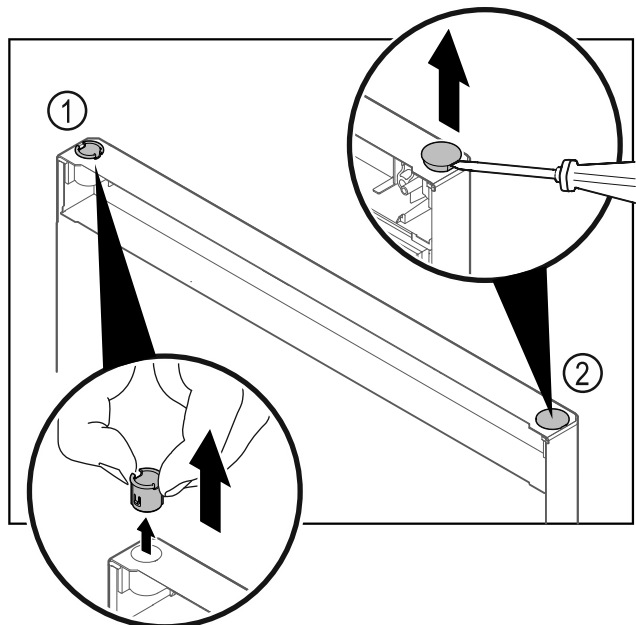

Fig. 17 Kühltür
- Scharnierbuchse Fig. 17 (1) mit den Fingern herausziehen.
- Abdeckstopfen Fig. 17 (2) vorsichtig mit einem Schlitzschraubendreher anheben und herausziehen.